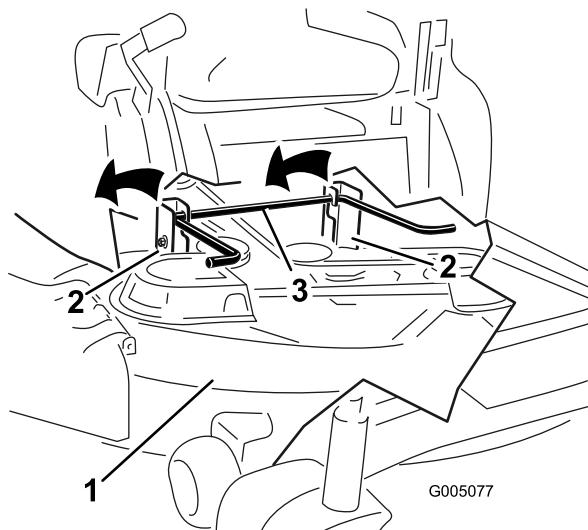

Figura 66
6. Levante a plataforma de corte e os suportes de suspensão afastando da haste de elevação traseira e baixe o cortador cuidadosamente até ao chão (Figura 66).
- Levante a parte de trás da plataforma de corte e oriente os suportes de suspensão por cima da haste de elevação traseira (Figura 66).